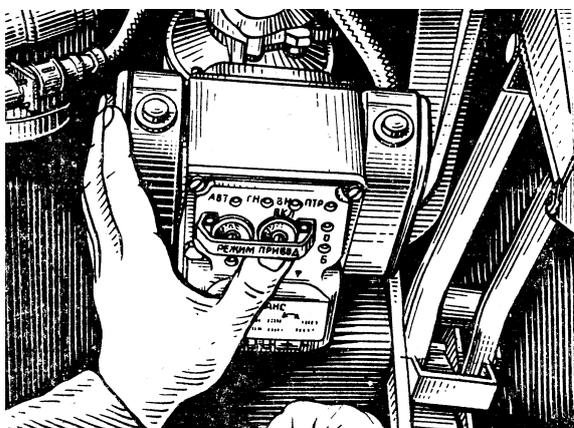
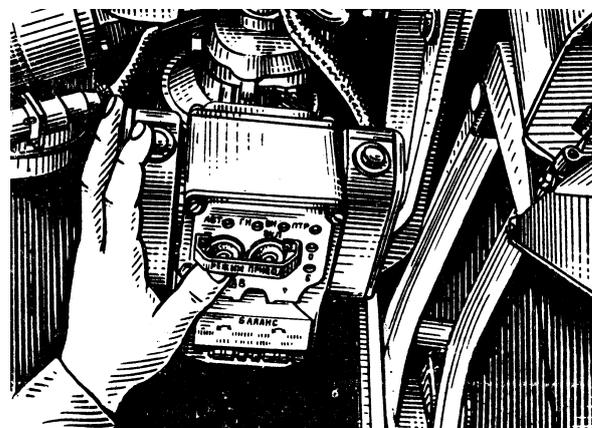

Рис. 32. Переведення вимикача «ПРИВОД» у положення «ВКЛ.»
Рис. 33. Установка перемикача РЕЖИМ у положення АВТ. (ПАВ)
- вмикає стабілізатор озброєння та перевіряє його роботу в автоматичному і напівавтоматичному режимах, для чого переводить вимикач «ПРИВОД» у положення «ВКЛ.»⁷ (рис. 32), а перемикач режиму роботи стабілізатора в положення «АВТ.» чи «ПАВ.» (рис. 33) і за 15-20 сек після ввімкнення стабілізатору озброєння (що визначається по загорянню на пульті управління світлових діодів «ВН», «ГН», «АВТ.» або «ПАВ.») береться руками за рукоятки пульта та, попередивши командою «**Наведення пультом**», відхиляє рукоятки пульта управління від себе та на себе для надання спареній установці відповідних кутів підвищення (зниження) та обертає пульт управління навколо вертикальної осі для повороту башти праворуч і ліворуч;